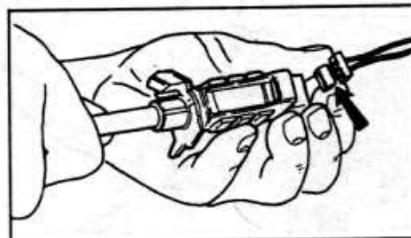

Рис. 4А.10. Снятие электрического разъема с механизма управления воздушной заслонкой.
- Отвинтите винт крепления механизма управления воздушной заслонкой и отсоедините разъем выключателя контрольной лампы положения дроссельной заслонки. Втяните трос внутрь панели (см. рис. 4А.10).